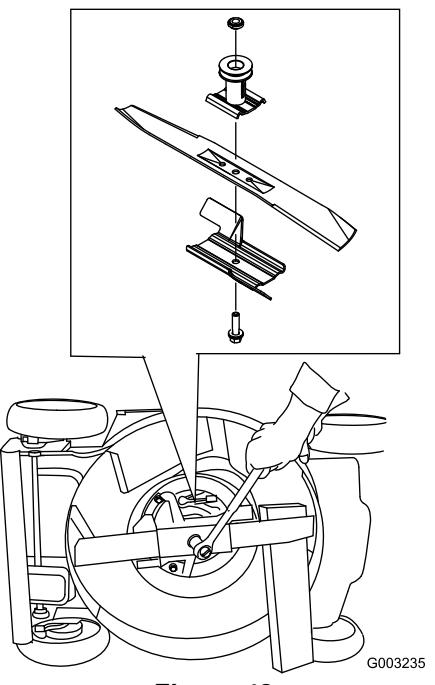

Figure 42
- Immobilisez la lame avec un morceau de bois (Figure 42).